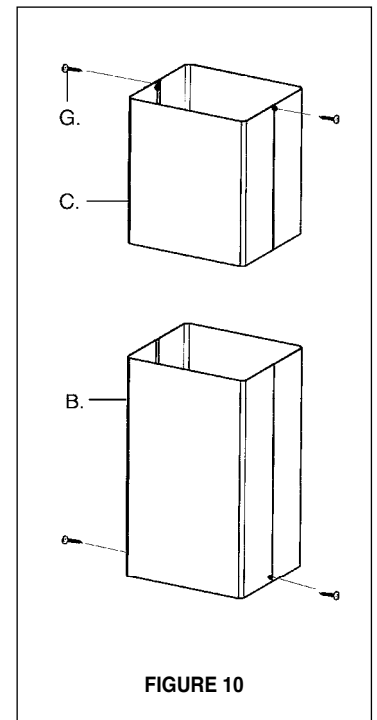

FIGURE 10
1. Le COUVERCLE CHEMINÉE SUPÉRIEURE (C de la FIGURE 10) se fixe avec les deux vis fournies (G de la FIGURE 10). Si en utilisant Le Haut Kit de Cheminée de plafond, utilisez Le COUVERCLE CHEMINÉE SUPÉRIEURE avec le kit. Fixer le COUVERCLE CHEMINÉE SUPÉRIEURE.
3. Le COUVERCLE CHEMINÉE INFÉRIEURE (B de la FIGURE 10) se fixe avec les deux vis fournies (G de la FIGURE 10). Fixer le COUVERCLE CHEMINÉE INFÉRIEURE.